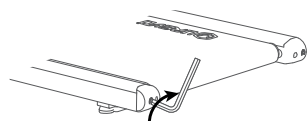

Abbildung 1
- Wenn das Laufband nach links verrutscht ist, drehen Sie die linke Schraube der Tragrolle mit dem Sechskantschlüssel um **1/4** Umdrehungen im Uhrzeigersinn (siehe Abbildung 1).